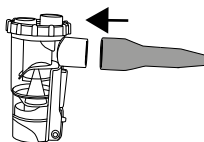
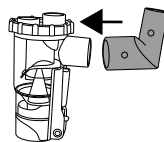
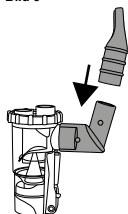
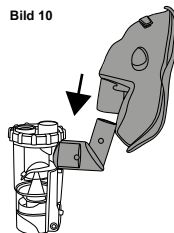

Bild 9
Bild 10
Bild 11
Bild 12
- Stecken Sie das Mundstück (Bild 9) auf den seitlichen Anschluss des Verneblers. Bitte nutzen Sie zusätzlich den im Lieferumfang enthaltenen Adapter (Bild 10) um das Nasenstück (Bild 11), die Inhaliermaske (Bild 12) oder die Halsmaske LARYVOX® Mask (Bild 13) zu verwenden.
- Bei Inhalation über die Inhaliermaske oder die Halsmaske LARYVOX® Mask (Sonderzubehör) muss diese über den Adapter mit dem Vernebler verbunden werden (Bild 12 - 13).